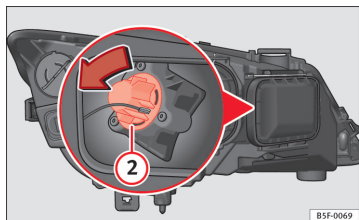

Fig. 137 Ampoule du clignotant
- Tournez le support d'ampoule ⇒ fig. 137 ② vers la gauche puis tirez.